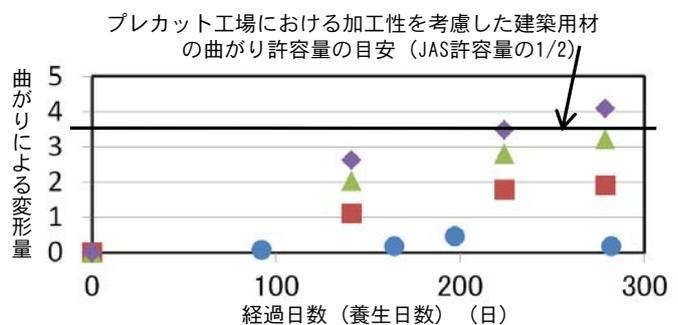

図1 乾燥材の仕上がり含水率と養生中の曲がり変形量
- 2) 養生中の変形量 (図1) と乾燥コスト (表2) から、目標とする仕上がり含水率を判断するためのデータを整理しました。